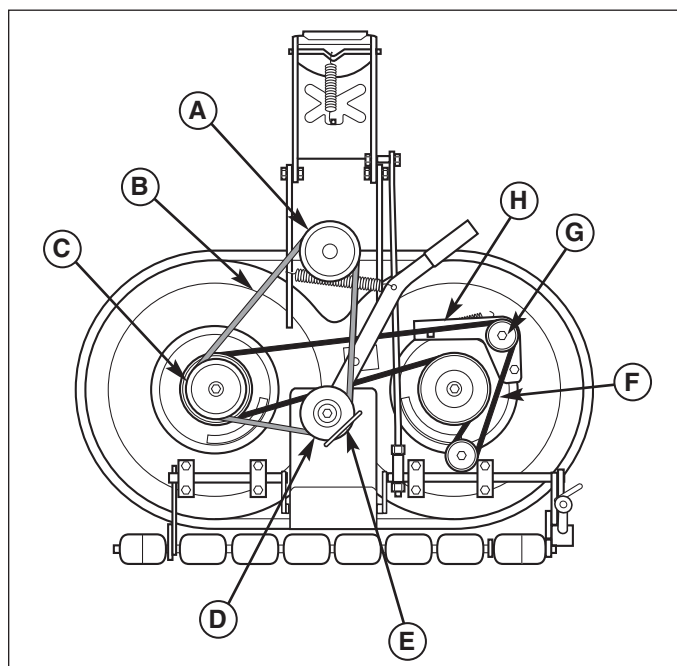
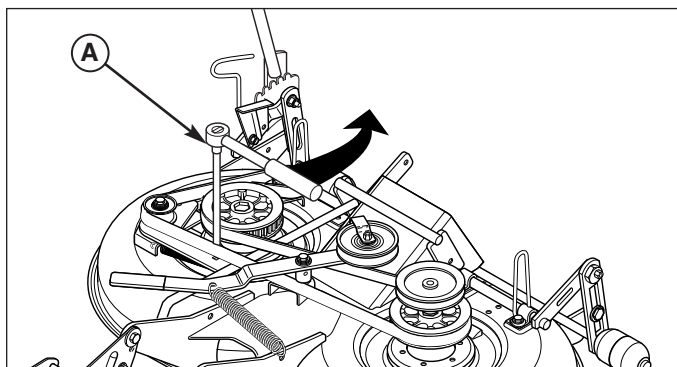

Figura 38. Cinghie del piatto di taglio
Figura 39. Rilascio tiro cinghia
3. Prendere nota della posizione della guida della puleggia tendicinghia (E, Figura 38). Allentare il bullone senza dado della puleggia tendicinghia e sfilare la cinghia dalla puleggia (D).
4. Inserire la nuova cinghia (B) come mostrato in figura. Quando si installa il piatto di taglio sul trattorino, la cinghia si avvolge attorno alla puleggia della presa di forza (A), alla puleggia tendicinghia (D) e alla puleggia di azionamento piatto di taglio (C).
5. Riportare la guida della puleggia tendicinghia (E) in posizione iniziale e stringere il bullone senza dado della puleggia tendicinghia.
3. Allentare il bullone senza dado del gruppo tendicinghia (G, Figura 38).
4. Servendosi di un cricco (A, Figura 39), muovere il gruppo tendicinghia (H, Figura 38) in modo da rilasciare il tiro della cinghia dentata (F).
5. Rimuovere la cinghia (F).
6. Inserire la nuova cinghia (F) sulle pulegge come mostrato in figura. Rilasciando il gruppo tenditore (H) la molla porta automaticamente in tiro la cinghia dentata.
7. Stringere il bullone senza dado del gruppo tendicinghia (G). Reinserire le coperture della cinghia.